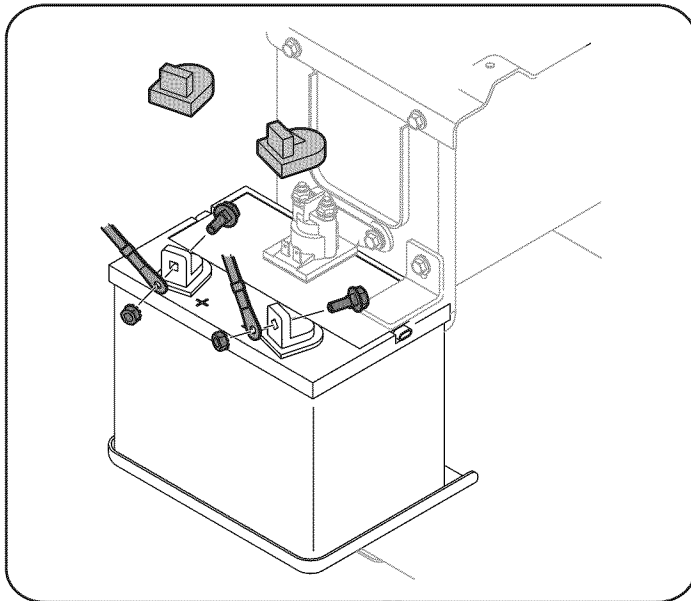

Figura 11
1. Retire la cubierta plástica, si es que está presente, del borne positivo de la batería y una el cable rojo al borne positivo de la batería (+) con el perno y la tuerca hexagonal utilizando una llave de 7/16 pulgadas o una llave de cubo. Vea la Figura 11.